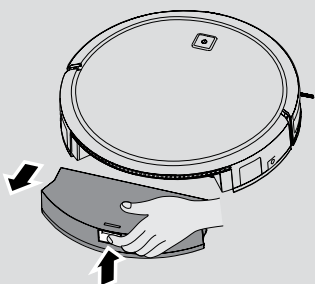

Fig. 17
1. Premere il pulsante di rilascio ed estrarlo. **[Fig. 17]**
2. Premere il pulsante di sblocco contenitore e rimuovere il contenitore raccogli-polvere dal Robot. **[Fig. 17]**